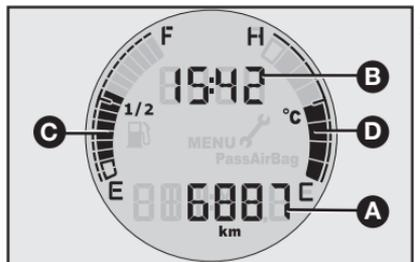

fig. 41
## INFORMAÇÕES NO DISPLAY - fig. 41
- Relógio (**B**-fig. 41);
- Hodômetro total (**A**-fig. 41);
- Indicação do nível de combustível (**C**-fig. 41);
- Indicação da temperatura do líquido de arrefecimento do motor - **D**-fig. 41 (algumas versões);